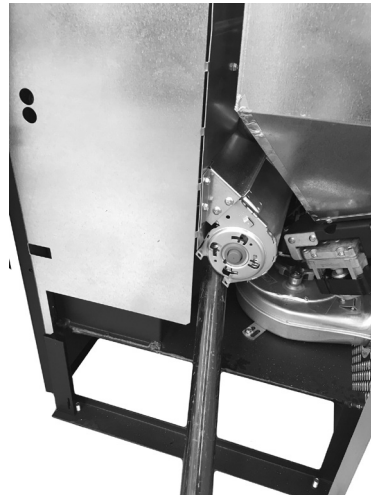

Fig. 45 - Reinigung Raumventilator
- Die im Inneren angesammelte Asche und den Staub aufsaugen (siehe Fig. 45).